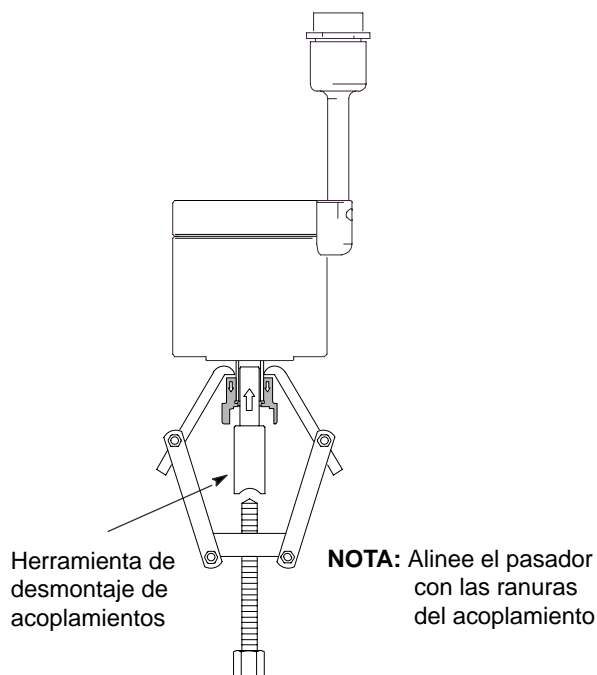

Fig. 3
3. Utilice un extractor de engranajes y una herramienta de desmontaje de acoplamientos para separar el acoplamiento del eje del motor. Tire el acoplamiento viejo. Consulte la Fig. 3.